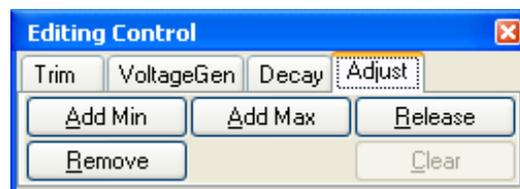

図 25: Edit コントロールウィンドウ
a. 分析からいずれかのピーク(**Min** または **Max**) を削除するには**Remove**をクリックしカーソルを、削除したいピークラインの上に置いて左クリックして下さい。(図 25)
8. ピーク数が全般に良ければ**Edit Control** ウィンドウ (図 25)の**Release**をクリックしデータの詳細分析を開始して下さい。